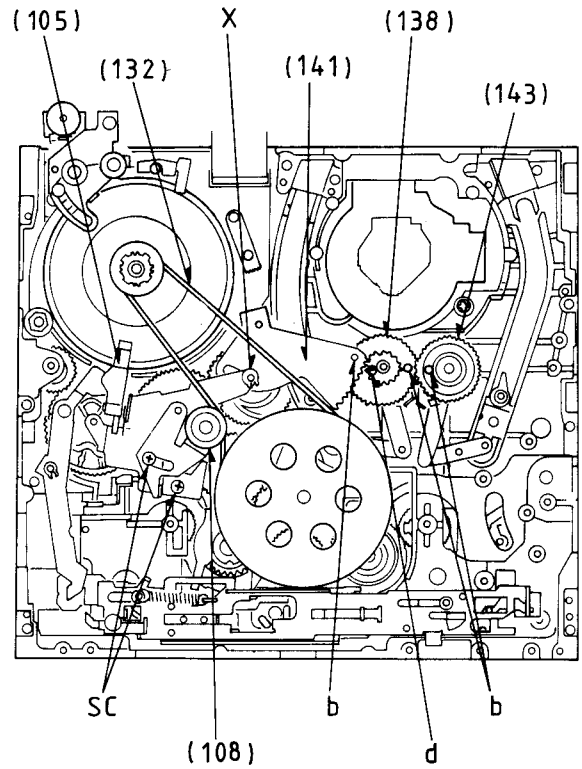

Fig. 56
- Laderäder (138, 143) so einsetzen, daß sich deren Markierungslöcher (b) gegenüberstehen (Fig. 56).
- Zahnsegment (141) nach Fig. 56 einbauen. Das Markierungsloch (b) des Zahnsegments (141) muß sich gegenüber der Markierungsnase (d) des Laderades (138) befinden.
- Bremshebel (105) und Greifring "X" montieren.
- Spannrollenhebel (108) einbauen.
- Fit the Loading Gears (138, 143) so that their marked holes (b) are aligned towards each other (Fig. 56).
- Fit the Toothed Segment (141) as shown in Fig. 56. The marked hole (b) on the Toothed Segment (141) must be aligned towards the marked lug (d) on the Loading Gear (138).
- Fit the Brake Lever (105) and the Grip Ring "X".
- Fit the Tension Roller Lever (108).